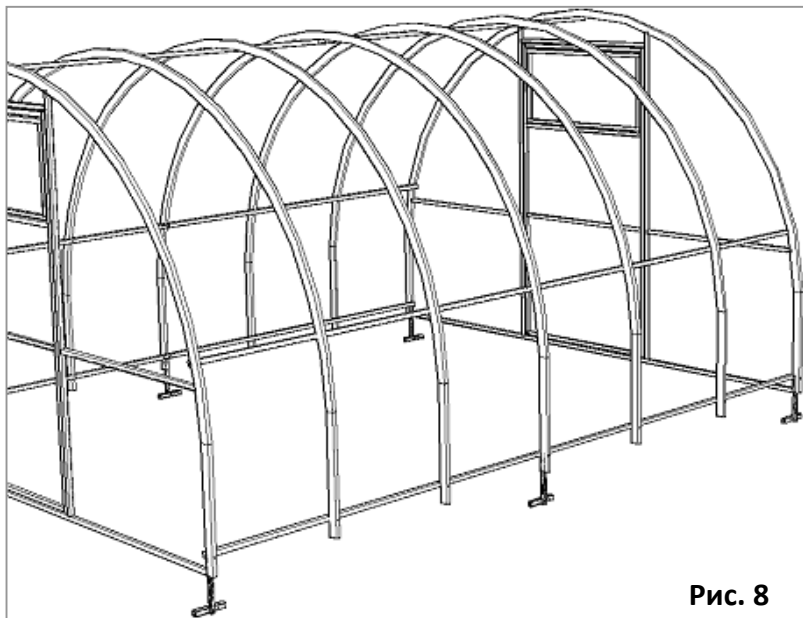

Рис. 8
5.2.6. Прикрутите второй торец для теплицы длиной 4 м (рис. 8).